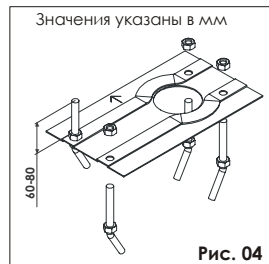

Рис. 04
1. Соберите плиту, как показано на рис. 04.